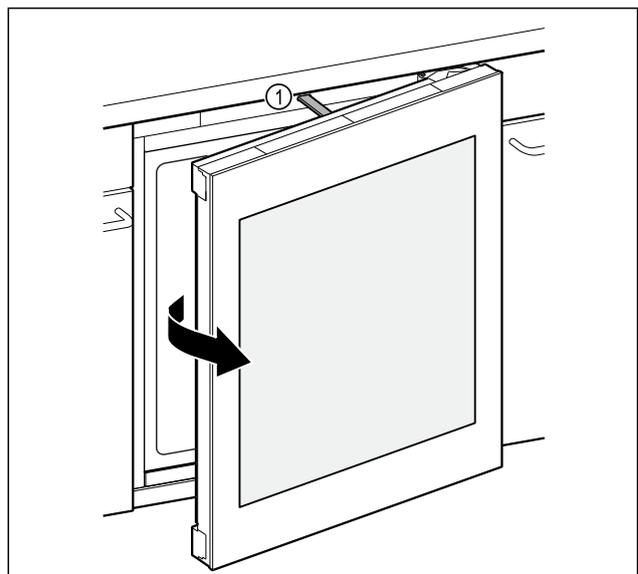

Fig. 88
- ▶ Schubstange Fig. 88 (1) öffnet Tür ungefähr 7 cm.